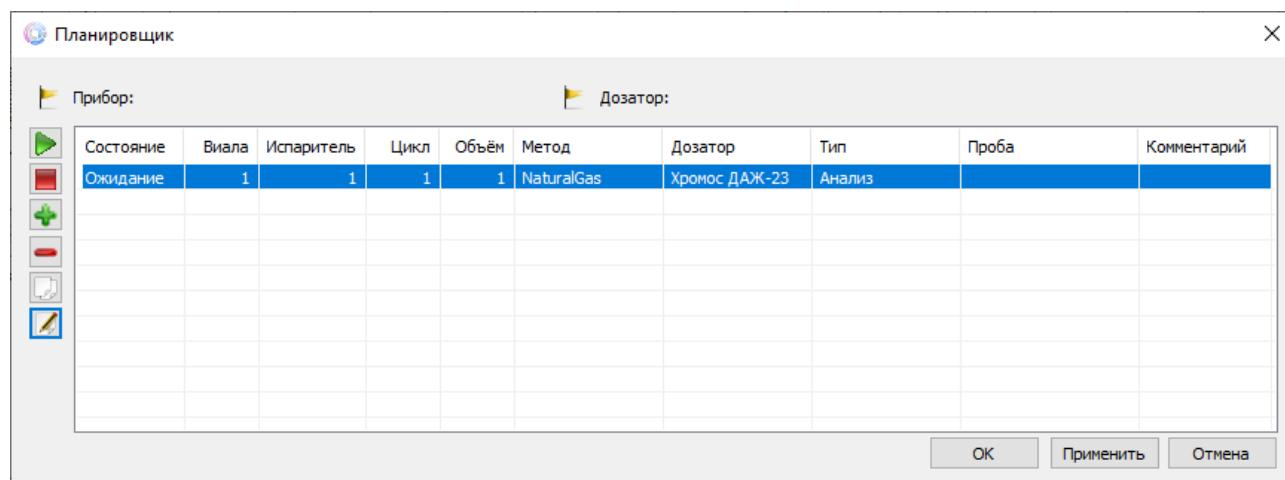

Рис. 41: Окно планировщика
Для автоматизации работы приборов можно использовать планировщик. В планировщике (Рис. 41) можно создать и запустить серию измерений для анализа или градуировки. Окно планировщика содержит индикаторы подключения хроматографа и дозатора, а также отображает информацию о серии анализов.
1. На панели управления нажмите **Планировщик**. Откроется окно *Планировщик* (Рис. 41).